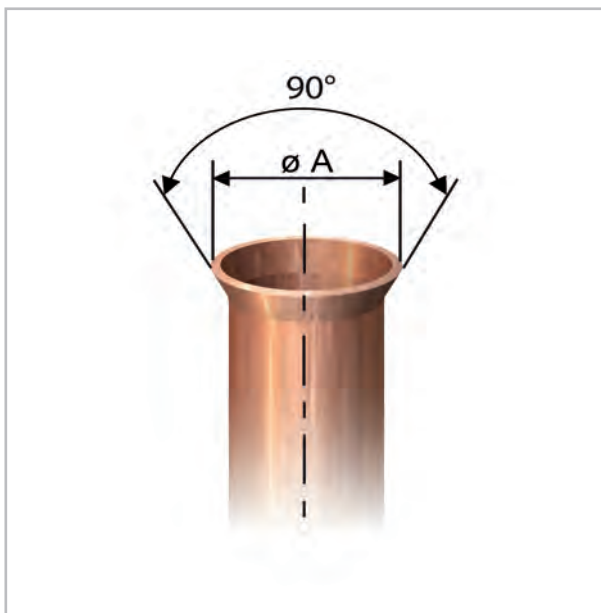

Abb. 35: Korrekte Bördelform
9. ▶ Überprüfen Sie, ob der Bördel eine korrekte Form aufweist (Abb. 35).